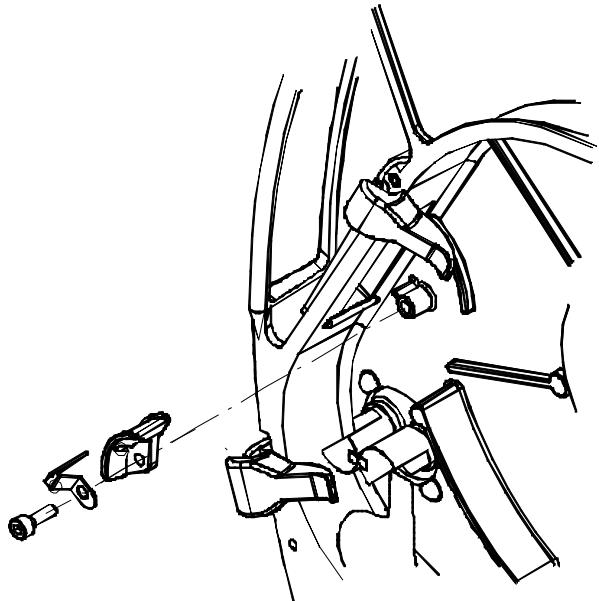

Рисунок 10-8
- Открутите 4 винта (K) на втулках при помощи 2.5мм Allen ключа, как показано на Рисунке 10-7.
- Открутите индекс отсчета и удалите его (Рисунок 10-8).
- Сделайте петлю (M) и S-образный изгиб (L), как показано на Рисунке 10-7.
- Закрепите прокладки и шайбы, вмонтированные в ленту, на оси при помощи втулки и 4-мя винтами (K), как показано на Рисунке 10-7.
- Если необходимо отрегулируйте петлю (M) и S-образный изгиб (L) ленты на оси катушки.
- Установите индекс отсчета (Рисунок 10-8).